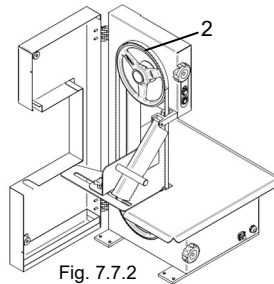

Fig. 7.7.2
- Prendre la lame "2" et l'extraire de la poulie comme indiqué sur les fig. 7.7.2 et 7.7.3